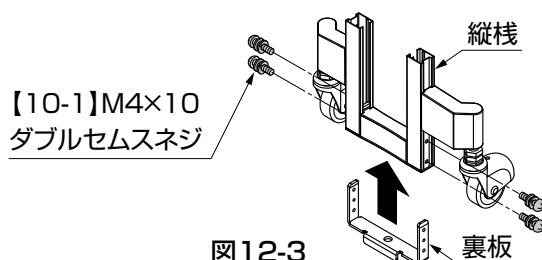

図12-3
- ①裏板を縦桟に【10-1】で組付けてください。(図12-3参照)